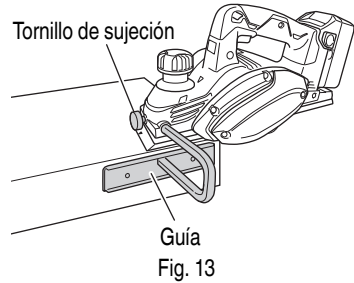

Fig. 13
8. Regulación de la guía (Fig. 13)